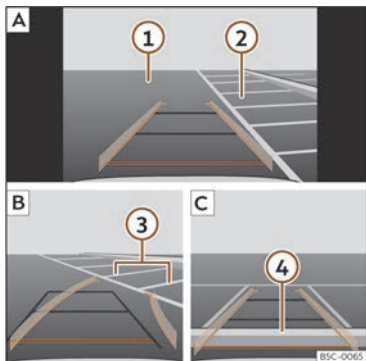

Fig. 152 Visualización na pantalla do sistema de infotainment: aparcamento co asistente de marcha atrás.
Lenda da >>> **fig. 152:**
- Coloque o vehículo diante do espazo de aparcamento >>> **fig. 152** **2** **A**.